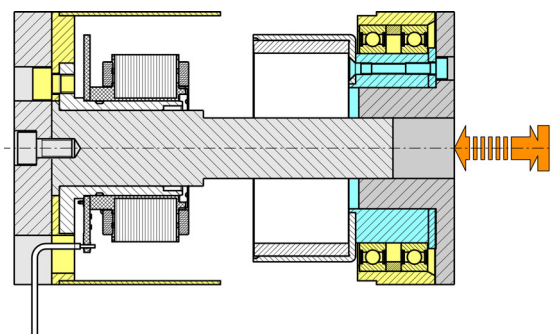

図 17 ロータとステータの組み付け
- 2つの部品を近づけていくと、磁力により突然軸方向へ引き合いまたは押し合います。そのため、常に軸方向へ力を掛けながら近づけてください（→ 図 17）